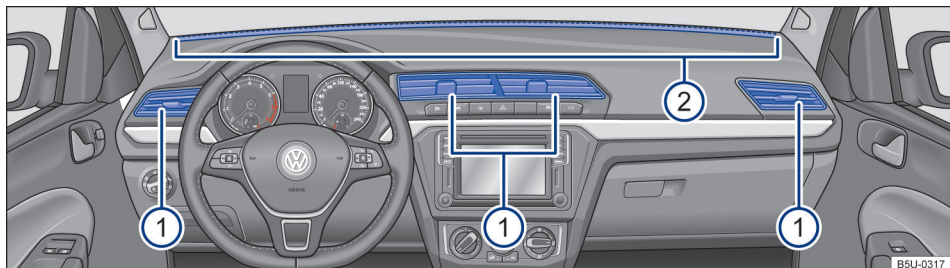

Fig. 75 No painel de instrumentos: difusores de ar.
Para que uma potência de aquecimento, uma refrigeração e uma entrada de ar suficientes sejam atingidas no interior do veículo, nunca fechar os difusores de ar completamente → Fig. 75 ❶.
- Para abrir os difusores de ar ❶, pressionar na parte superior do difusor de ar.
Há outros difusores de ar, não reguláveis, encontram-se no painel de instrumentos → Fig. 75 ❷, nas áreas para os pés e na parte traseira do interior do veículo.